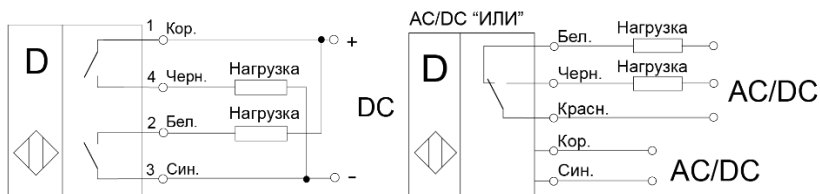

Рисунок 3 - Варианты схем подключения выключателей
3.10 Выключатели включаются в электрическую цепь по проводной схеме (Рис. 3). Соответствие выводов и схема подключения указаны в маркировке выключателя.